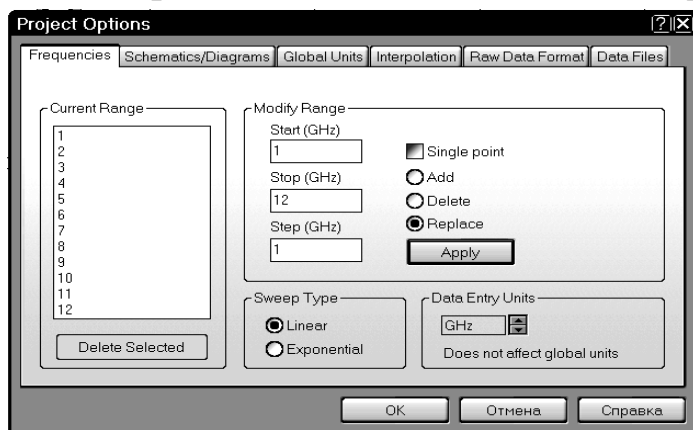

Рис. 1.11
1. Дважды щёлкните по **Project Options**. Откроется диалоговое окно **Project Options** (рис. 1.11).